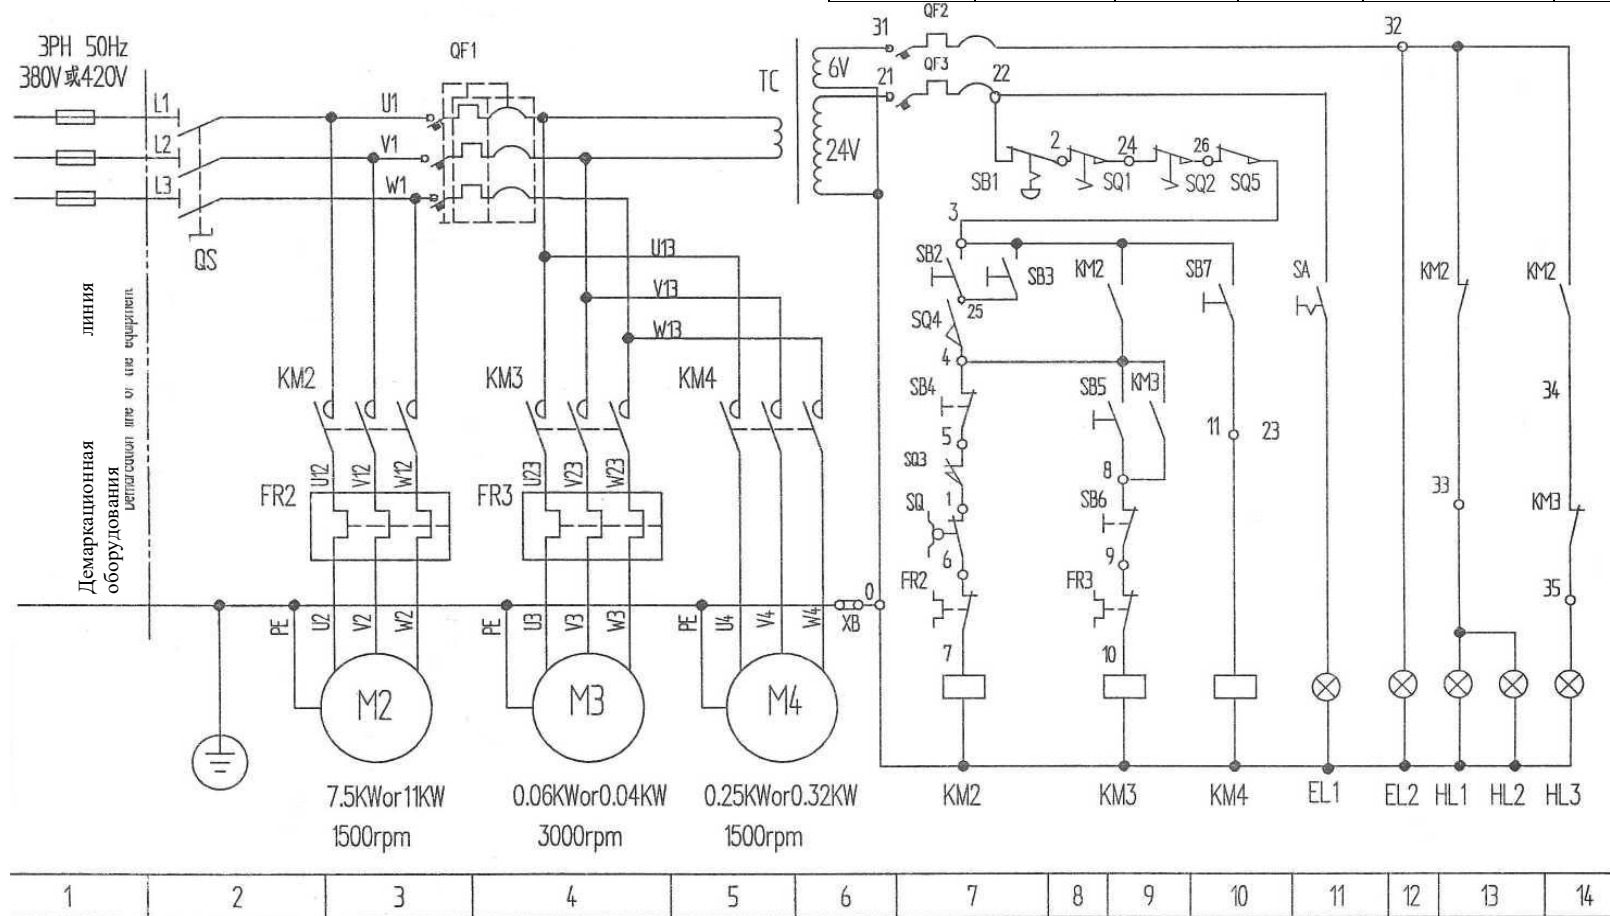

Рис. 5-1. Принципиальная схема электрического оборудования
6.1 Дополнительно станок может быть поставлен в конфигурации с электрическим оборудованием с частотой переменного тока 50 Гц, основным напряжением 380 В и напряжением управления и освещения 24 В, мощностью двигателя 7,5 кВт, мощностью станка 8 кВА. Электрическая система имеет всестороннюю защиту, которая обеспечивает безопасную и надежную работу станка. При выполнении технического обслуживания пользователи могут руководствоваться электрической схемой (рис. 5), принципиальной схемой электрического оборудования (рис. 5-1) и перечнем электрических компонентов (таблица 5), представленными далее.